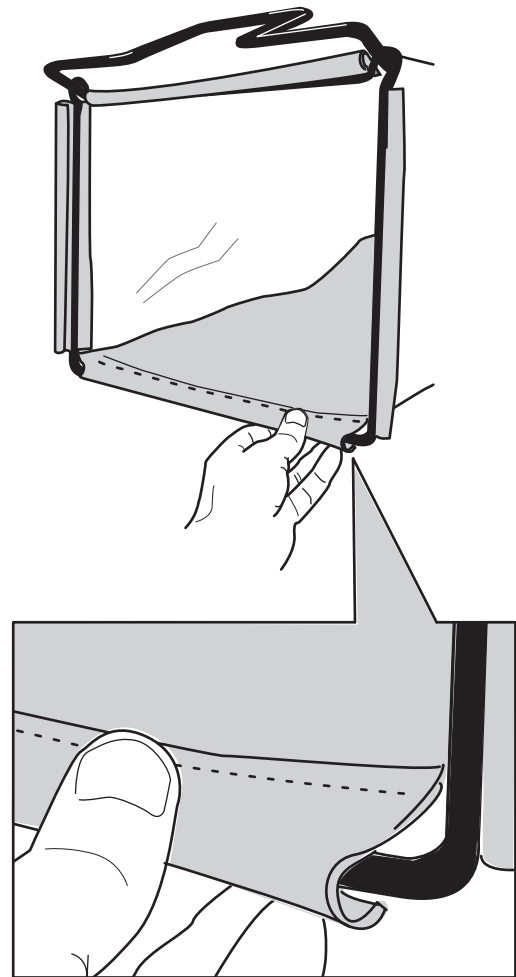

Bild 7
3. Haken Sie die oberen und seitlichen Kanäle des Grasfangkorbs an der Oberseite und der Seite des Rahmens ein (Bild 7).
2. Haken Sie den unteren Kanal des Grasfangkorbs an der Unterseite des Rahmens ein (Bild 7).